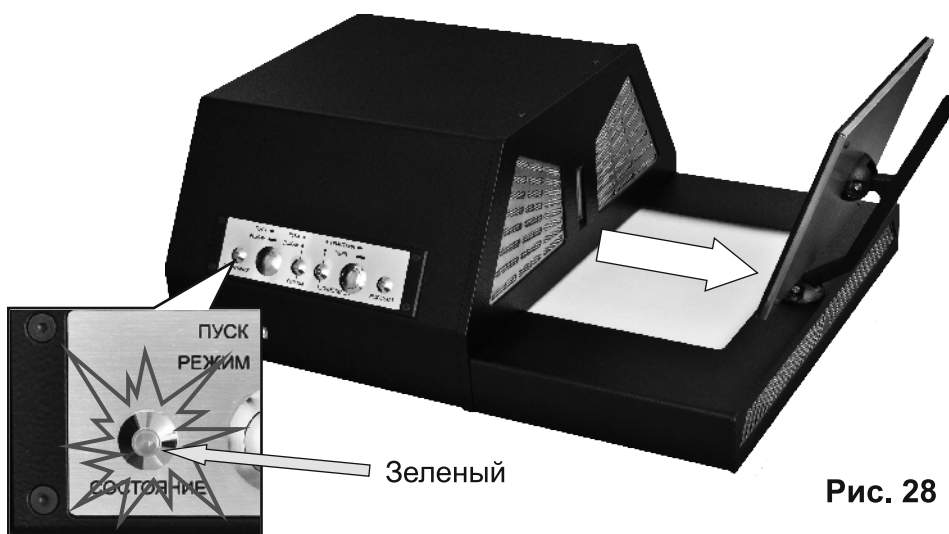

Рис. 28
8. По завершении анализа пробоотборная пластина возвращается в исходное положение. Индикатор «Состояние» меняет цвет свечения с *красного на зеленый* (Рис. 28).